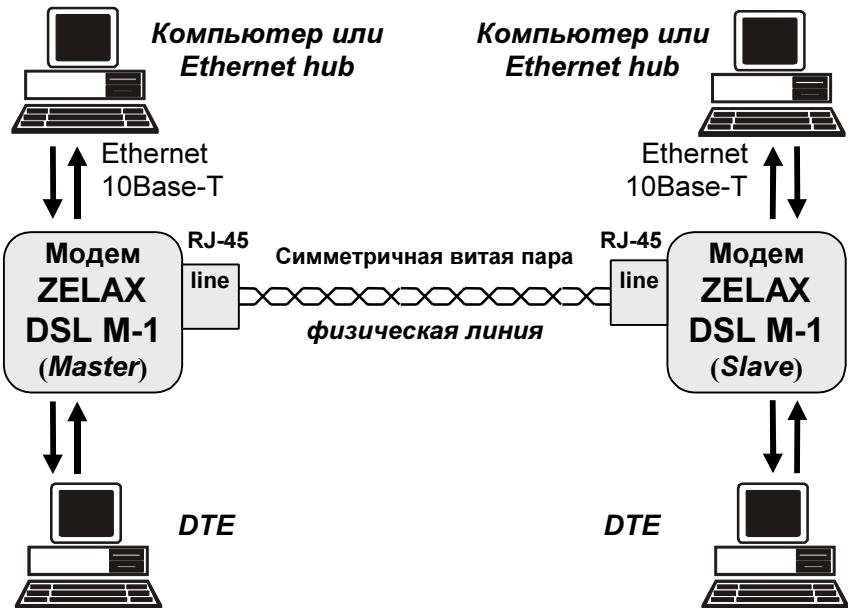

Рис. 7. Схема соединения модемов
Схема соединения модемов для организации дуплексного канала связи приведена на Рис. 7. Назначение контактов линейного разъёма приведено в приложении (см. Приложение 1). В качестве линейного разъёма применяется восемиконтактная вилка **RJ-45**. В любом случае, для подключения к физической линии используются только два средних контакта. Полярность при подключении к проводам линии значения не имеет. Остальные контакты необходимо оставить незадействованными (за исключением случая использования специального грозозащитного заземления. Модемы с такой грозозащитой поставляются по специальному заказу).
1. Соединить модемы в соответствии со схемой, приведенной на Рис. 7.